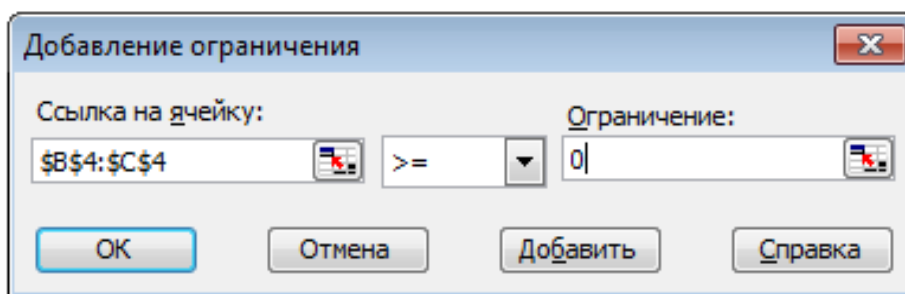

Рисунок 6 – Добавление условия неотрицательности переменных задачи (1)
- Нажмите кнопку «Добавить», после чего появится окно «Добавление ограничений» (рисунок 6).